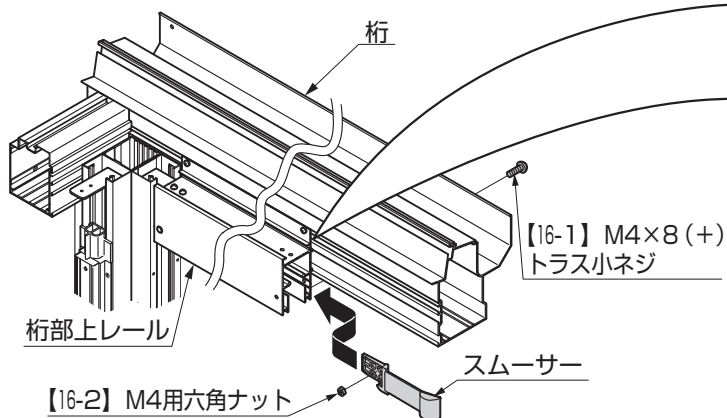
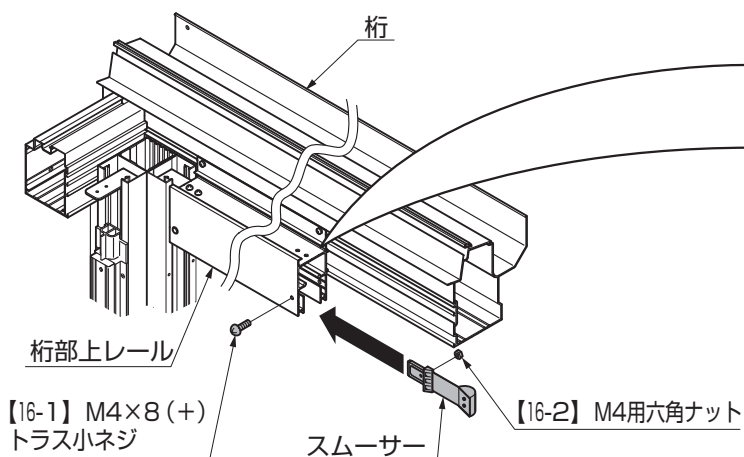

図1-11 外収納の場合
図1-13 内収納の場合
① 榫部上レールにスムーサーを【16-1】、【16-2】で取付けてください。(図1-11、図1-13参照)